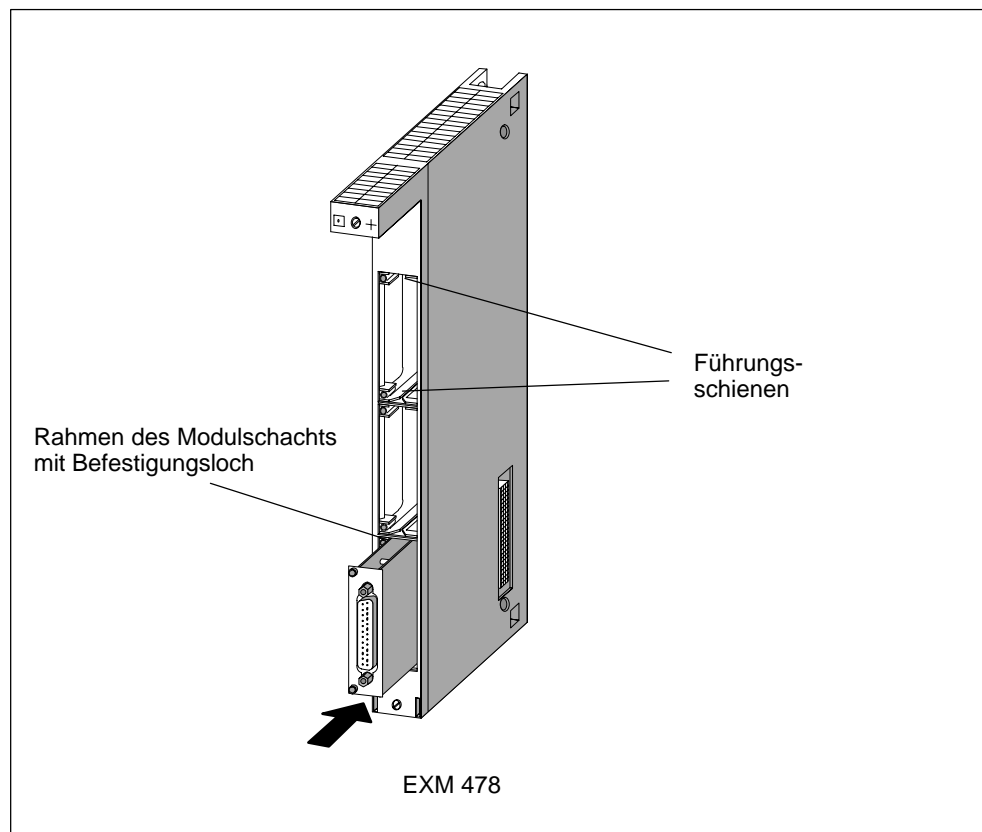

Bild 8-3 Schnittstellenmodul in Erweiterungsbaugruppe stecken
2. Führen Sie das Leiterplattenende des Schnittstellenmoduls, wie in Bild 8-3 dargestellt, in die untere und obere Führungsschiene des Steckplatzschachtes ein.